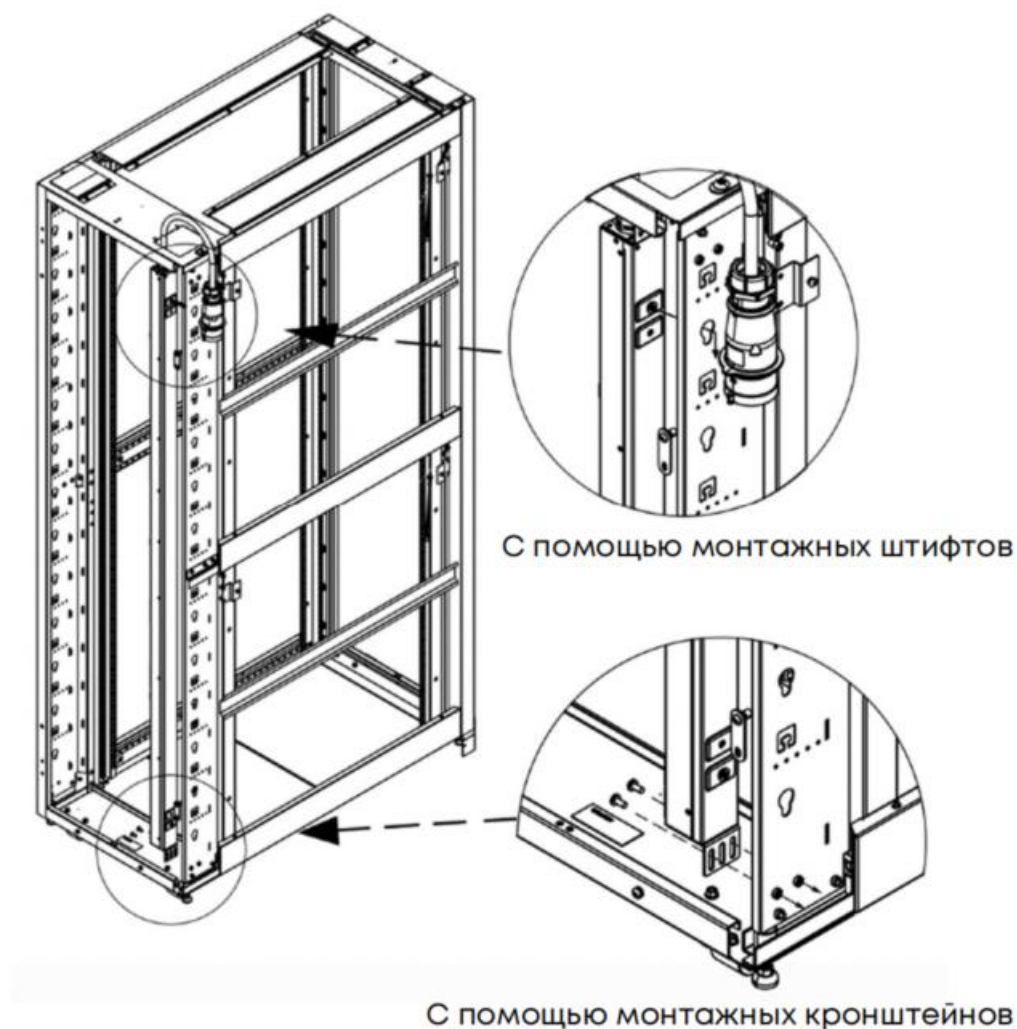

РИСУНОК 3 – ВАРИАНТЫ ВЕРТИКАЛЬНОЙ УСТАНОВКИ
- 3) Вставьте и закрутите винты с круглой головкой M6\*12 в отверстия монтажного кронштейна, чтобы надёжно закрепить PDU в нужном положении в телекоммуникационном шкафу (рис.3).
- 1) Вставьте оба монтажных штифта в пазы, расположенные на задней части стойки (рис.3).